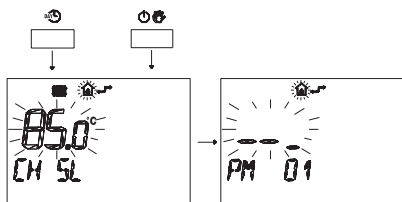

Figura 5.30 Remoto.
- 2 Premere contemporaneamente i pulsanti  e  per entrare nella programmazione trasparente (Figura 5.30)